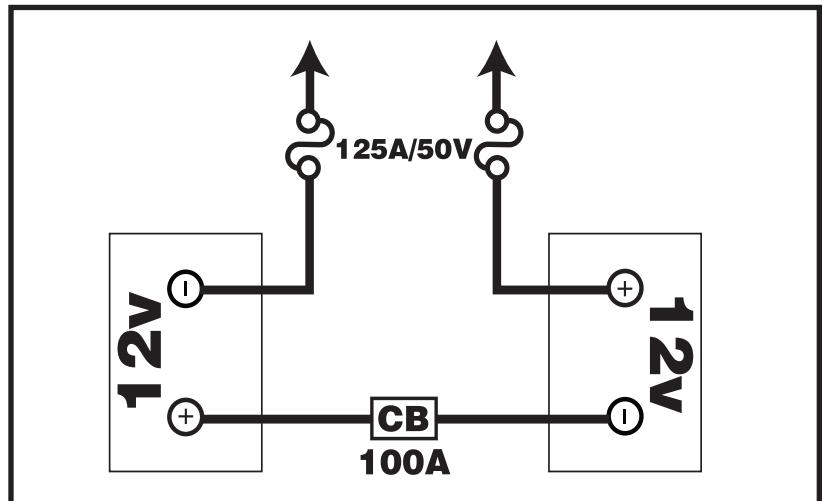

Figura 15. Orientación de los cables de batería
7. Coloque una nueva batería en los contenedores correspondientes siguiendo el diagrama de conexiones que aparece en la figura 15.